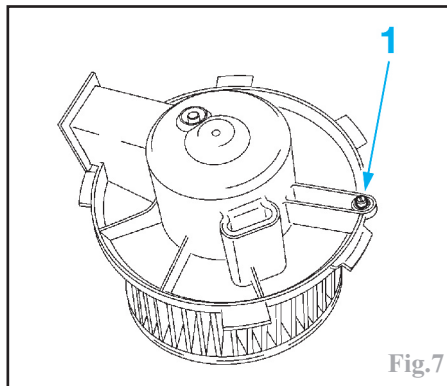

Fig.7
En cas de détérioration des fixations du motoventilateur, il est possible de le maintenir en place à l'aide d'une vis torx 0,4*15 (1) (Fig.7).